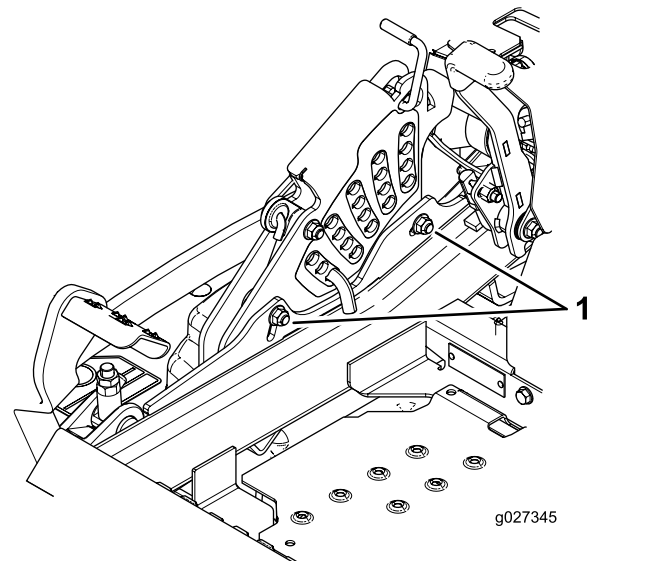

Figure 95
11. Pour régler le système monopoint, desserrez les 2 boulons au bas de la plaque de hauteur de coupe (Figure 95).
13. Serrez les 2 boulons au bas de la plaque de hauteur de coupe (Figure 95).